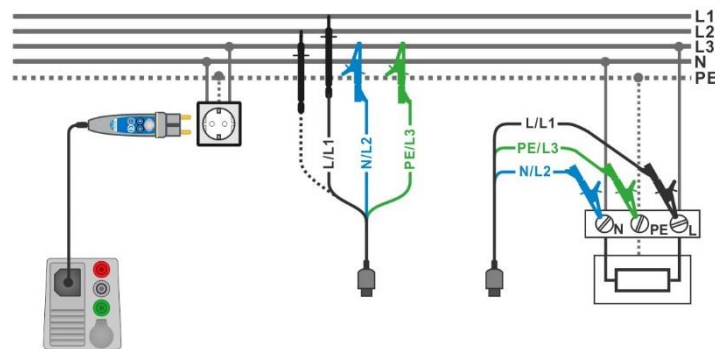

Abbildung 7.60: AUTO TN Messung
- › Schließen Sie den 3-Leiter Prüfadapter oder den Commander-Prüfstecker am Prüfling an, siehe **Abbildung 7.60**.